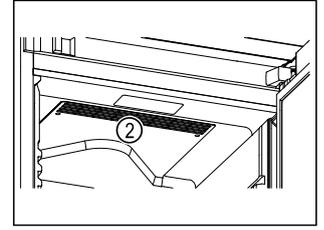

Fig. 62
- ❑ Cirkuliuojančio oro ventiliatoriaus vėsinimo plyšiai Fig. 62 (2) viduje turi būti neuždengti.